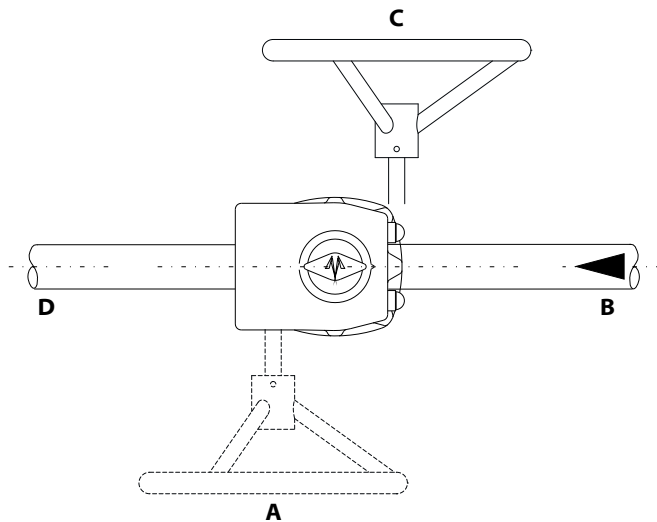

Fig.3-1
3. Seleccione la posición demontaje deseada (A o C) de las posiciones opcionales mostradas en la (→ Fig.3-1). Coloque el reductor en el eje de la válvula y deslice el engranaje a su posición en la parte superior de la válvula.